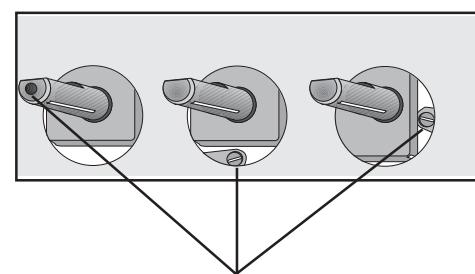

Fig. 8
- Cu ajutorul unei șurubelnite subțiri, reglați șurubul de by-pass (vezi Fig. 8). Dacă se trece de la gaz natural la gaz lichid, înșurubați până la capăt în sens orar șurubul, până când se obține o flacără mică, regulată. Dacă se trece de la gaz lichid la gaz natural, deșurubați cu aprox. 1/4 tur șurubul by-pass-ului, până când se obține o flacără mică, regulată.